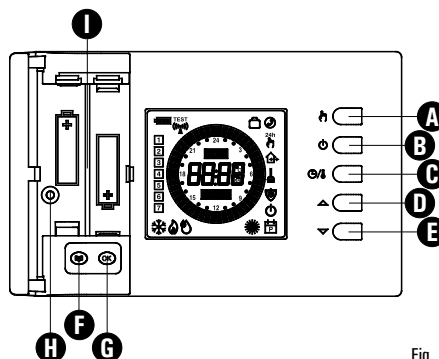

Fig. 7
- 6 Insérer les batteries dans le logement des batteries (I de la Fig. 7) ; voir le paragraphe 'INSERTION/REPLACEMENT DES BATTERIES'.